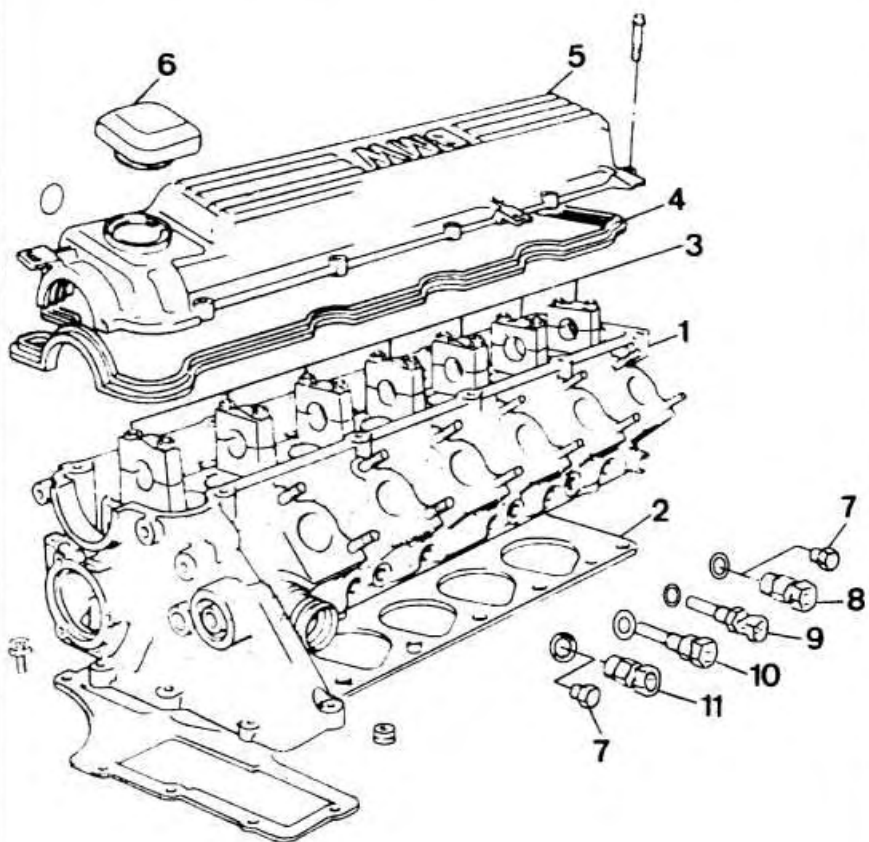

Рис. 3-31. Установка прокладки толщиной 4,5 мм под фиксатор распределительного вала
На автомобилях с двигателями M51 в случае повторного использования цепей привода распределительного вала и ТНВД, имеющих наработку более 20000 км пробега автомобиля, при блокировке распределительного вала вставить прокладку толщиной 4,5 мм между фиксатором BMW 11.3.320 и головкой цилиндров (рис. 3-31).
- Проверить выступание поршней относительно плоскости блока цилиндров для определения нужной толщины прокладки головки цилиндров (рис. 3-31).